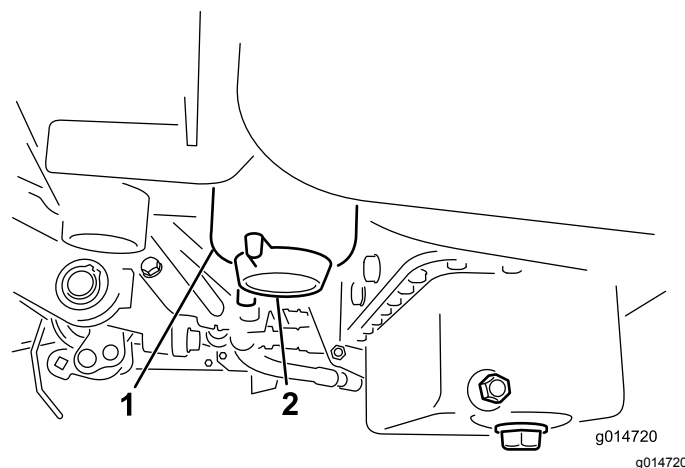

Рисунок 30
3. Откройте сливную пробку на топливном фильтре примерно на один оборот и слейте всю накопившуюся воду (Рисунок 30).